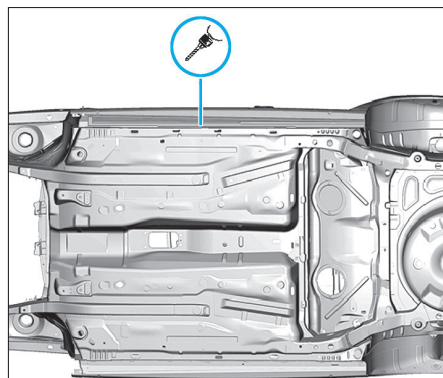

FIG. 72
- Dépointer au besoin sous caisse (Fig.72).